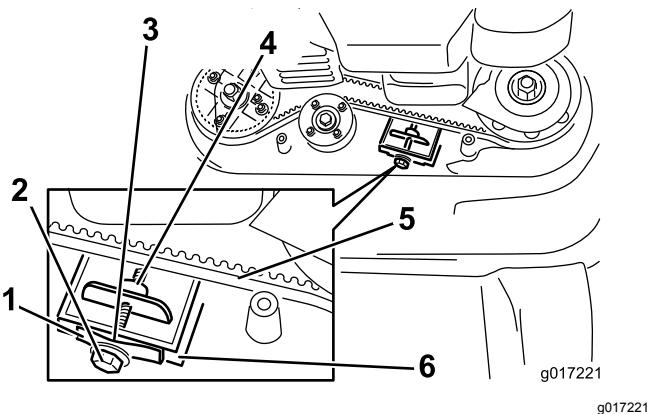

Figura 30
**Nota:** Si hay un espacio visible entre la galga y el muelle, apriete el perno de ajuste y la contratuerca hasta que el papel apenas pueda deslizarse libremente por el hueco (Figura 30).